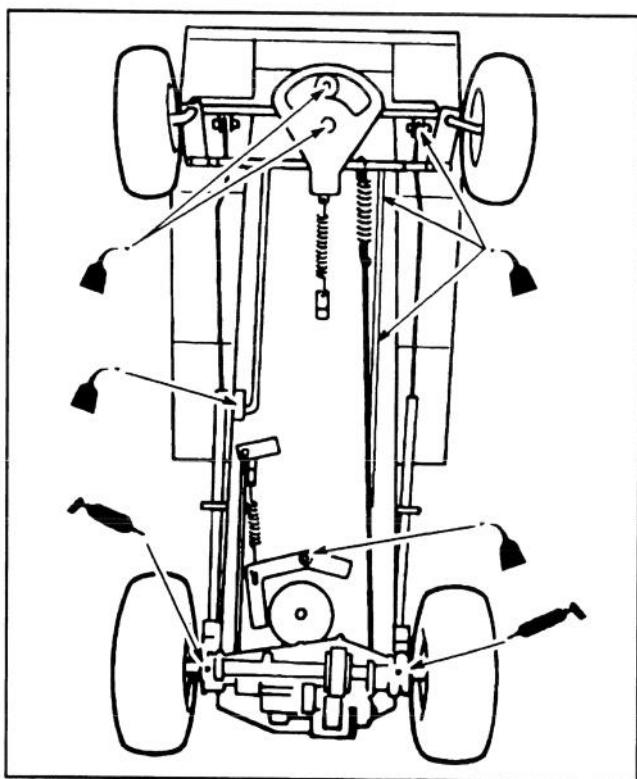
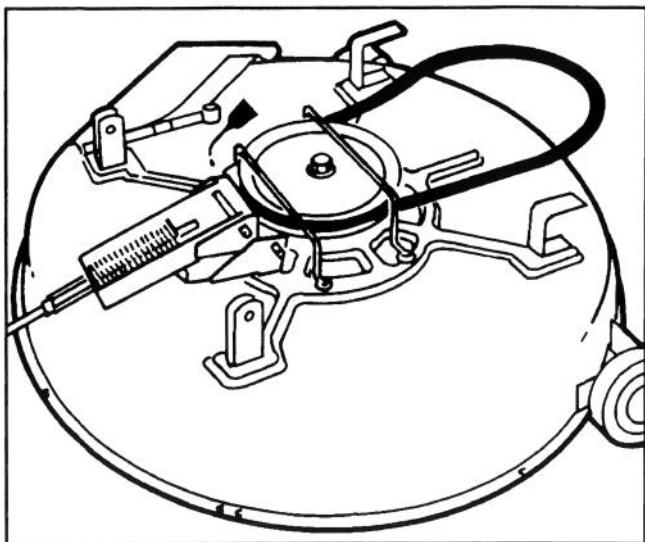

Figure 12
Figure 13
4. Graisser les essieux arrière avec une ou deux gicleuses de graisse universelle N. 2. Les graisseurs se trouvent juste à l'intérieur des pneus arrière, au bas de la transmission (Fig. 12).
7. Graisser les points de pivotement de la direction, la transmission, les freins, l'embrayage et la tringlerie d'embrayage de l'unité de coupe avec une huile légère (Fig. 12). Graisser également le carter de la tondeuse (Fig. 13). Essuyer tout excès d'huile.